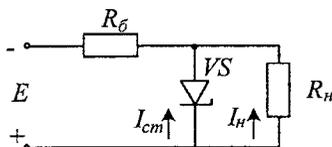

Рисунок 5.12 – Схема стабілізації напруги
*Приклад 5.1.* Для стабілізації напруги на навантаженні використовується напівпровідниковий стабілітрон (рис. 5.12), напруга стабілізації якого  $U_{ст.} = 10 \text{ В}$ . Знайти межі допустимих змін напруги живлення, якщо максимальний струм стабілітрона  $I_{ст.макс} = 30 \text{ мА}$ , мінімальний струм стабілітрона  $I_{ст.мін} = 1 \text{ мА}$ , опір навантаження  $R_H = 1 \text{ кОм}$ , баластний опір  $R_б = 0,5 \text{ кОм}$ .